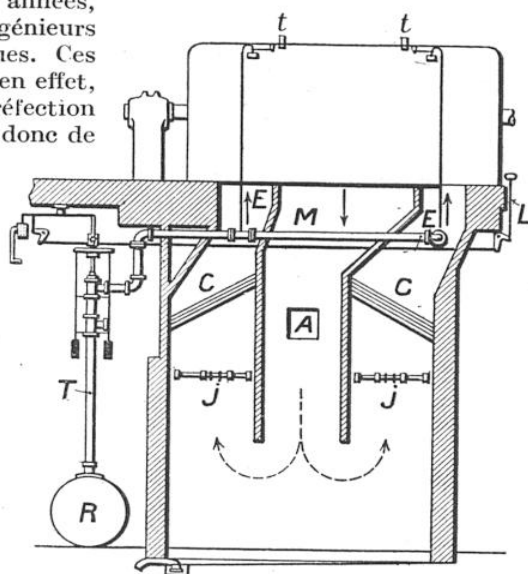

FIG. 1. — DISPOSITIF POUR L'EXTINCTION DES INCENDIES DANS LES ALTERNATEURS
La figure 1 en montre la disposition générale sur un puis-
*Cette figure montre la lance démontée. Cette lance, déclenchée par le levier L, perce le diaphragme du tube T (fig. 1) et libère immédiatement le gaz acide carbonique du réservoir R. Ce système est donc tout à fait étanche. Les tubes témoins t, t sont en même temps obturés par des registres.*